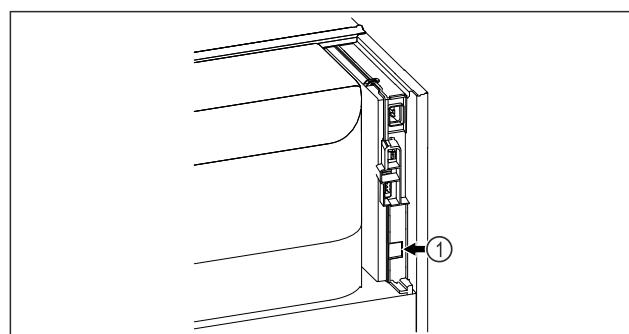

Fig. 129
SmartModule Fig. 129 (1) ir ievietots.